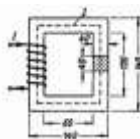

Рисунок 5 –
- 2 Замкнутая магнитная цепь (рисунок 5) выполнена из пластин трансформаторной стали. Сколько витков должна иметь катушка с током 0,5 А, чтобы создать в сердечнике магнитный поток $0,0016 \text{ Вб}$?